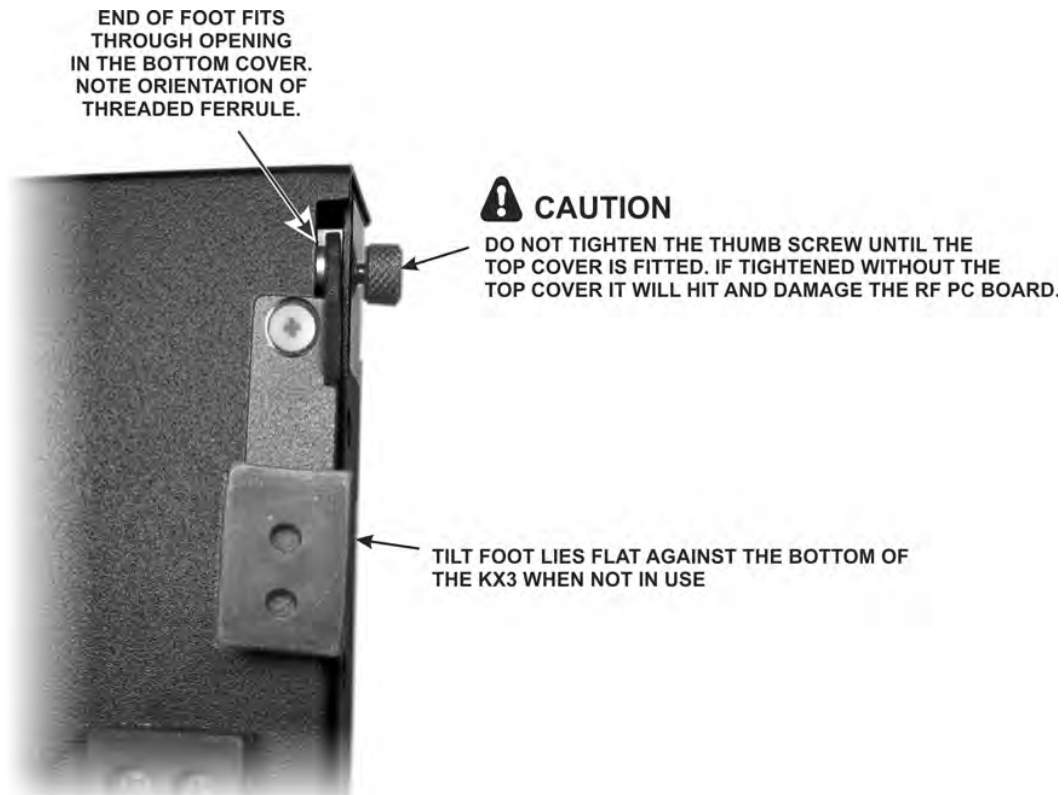

Figure 47. Installing the Tilt Feet.
□ 下カバー部品をひっくり返して、図47に示されるような両方の傾斜足をインストールしてください。高度上空掩護会議が適合されるまで、親指ねじを締めないでください。高度上空掩護上の側面の厚さなしでは、ねじはRF pcボードを打つでしょう。